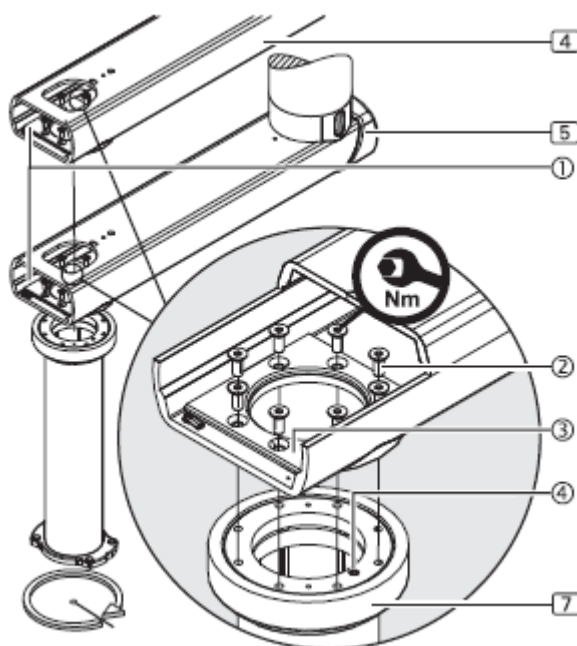

Fig. 37 Assemblage du tube de descente sur les bras NON motorisés
- Insérez la plaque de fixation 8 x M10 ③ à partir du côté avant ① dans le bras d'extension (4), (5) et mettez-la en place.
- Placez le tube de descente sous le bras d'extension (4) / (5) de manière à ce que la butée ④ du tube de descente soit orientée du côté opposé au bras d'extension et que les trous de fixation soient alignés.
- Pour pouvoir faire tourner la tête de branchement dans le sens inverse des aiguilles d'une montre, le tube de descente doit être monté avec la butée ④ sur le côté droit, comme le montre la figure 37. Il sera monté sur le côté gauche si la tête de service doit pouvoir tourner dans le sens des aiguilles d'une montre.
- Fixez le tube de descente à travers la plaque de fixation 8 x M10 ③ et vissez-le au bras d'extension (4), (5) avec 8 vis à tête fraisée à six pans creux ②.